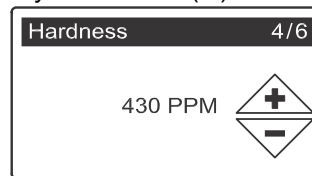

РИС. 11
7. Нажать кнопки ВВЕРХ (▲) или ВНИЗ (▼) для установки значения жесткости вашей воды (См. Рисунок 11).